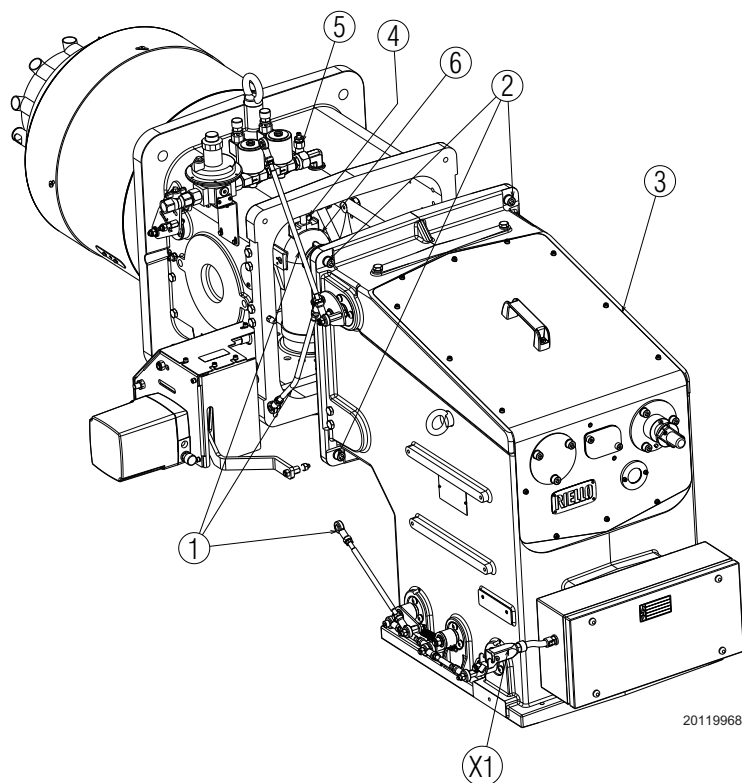

图 16
- 将燃烧头与风门挡板调节杆的连接杆 1 ) ( 图 16 ) 断开, 移除相关螺母;